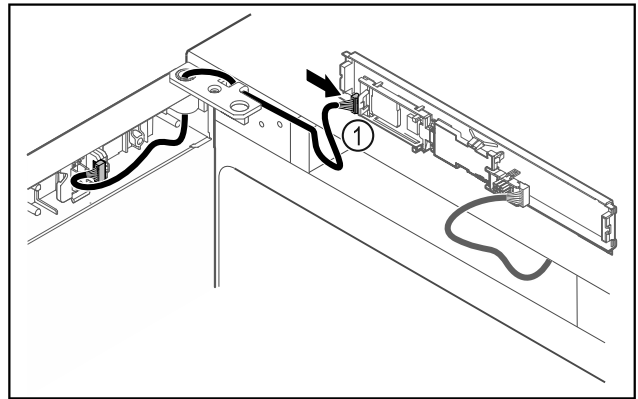

Fig. 46
- ▶ Enchufar el conector Fig. 46 (1) en la platina.